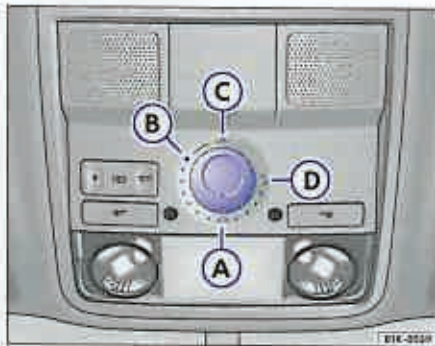

Fig. 35 Plafonul: Comutator rotativ pentru trapa/plafonul glisant.
– Rotiți comutatorul în poziția ⇒ fig. 35 B. Plafonul se deschide în poziția confort, în care zgomotele provocate de vânt sunt minime.